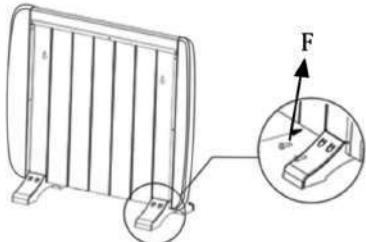

Figura 12
1. Parafuse os dois pés na parte traseira inferior do aquecedor com os quatro parafusos fornecidos (F), 2 parafusos por pé. (Figura 12)